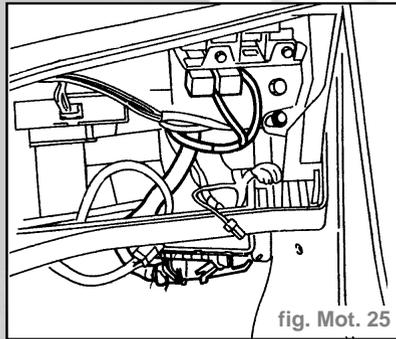

fig. Mot. 25
- Débrancher le connecteur de la centrale i.e. et désolidariser le relais indiqué de son étrier, dégager ensuite le faisceau de câbles complet du moteur en le fixant solidement sur le groupe motopropulseur (fig. Mot. 25).
- Débrancher la connexion indiquée de la centrale d'injection et les deux relais de leur siège (fig. Mot. 25).